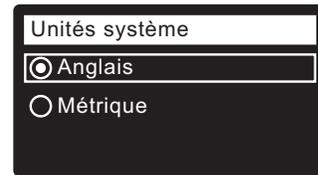

FIG. 28
9. **UNITÉS SYSTÈME** Passez à l'étape 10 si le cercle du système souhaité a déjà un point (cf. Figure 28). Sinon, appuyez sur le bouton BAS (▼) ou HAUT (▲) pour passer au système souhaité, puis sur le sélecteur (O) pour confirmer votre choix.
10. Appuyez sur le sélecteur (O).